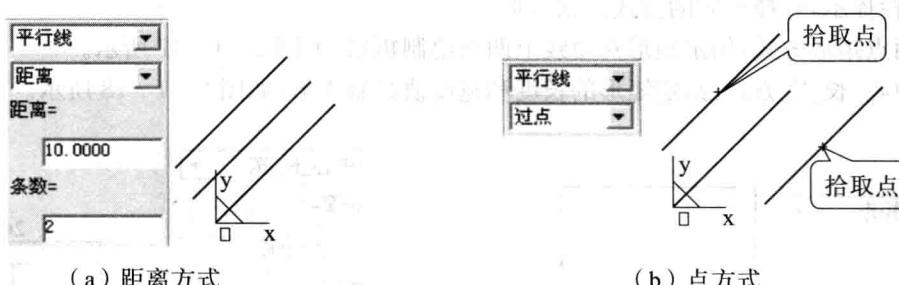

图 2-1-12 平行线
①单个:每次绘制的直线相互独立,互不相关。
②连续:每两条直线相互连接,前一条直线的终点为下一条直线的起点。
③正交:所画直线与坐标轴平行或垂直。
④非正交:可以画任意方向的直线,包括正交的直线。
⑤点方式:指定两点,画出正交直线。
⑥长度方式:指定长度和点,画出正交直线。
(2)平行线:按给定距离或通过给定的已知点绘制与已知直线平行,且长度相等的平行线,有距离方式和点方式两种,如图 2-1-12 所示。